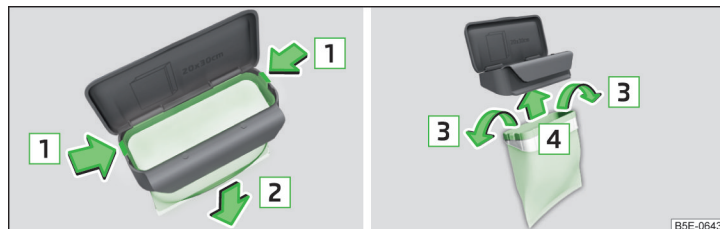

Fig. 70 Înlocuirea pungii
- Comprimați ambele elemente de fixare de pe cadru în sensul săgeții **1** » fig. 70.